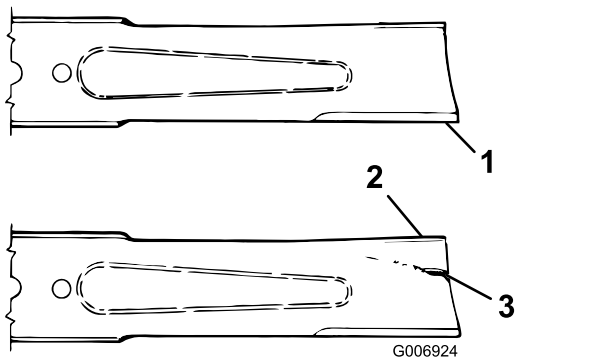

图 69
2. 仔细检查刀片的剪草端特别是刀片平面和曲面交接的部分 (图 69)。由于沙子和研磨材料可能导致连接刀片平面与曲面的金属磨损请在使用机器之前检查刀片。如果看到出现磨损 (图 69) 请更换刀片请参阅“拆卸刀盘刀片”。
如果刀片能够经受磨损刀片的刀翼与平面部分之间也会形成凹槽 (图 69)。最终刀片可能断裂并被抛掷出刀片外壳可能对您自己或旁观者造成严重的伤害。